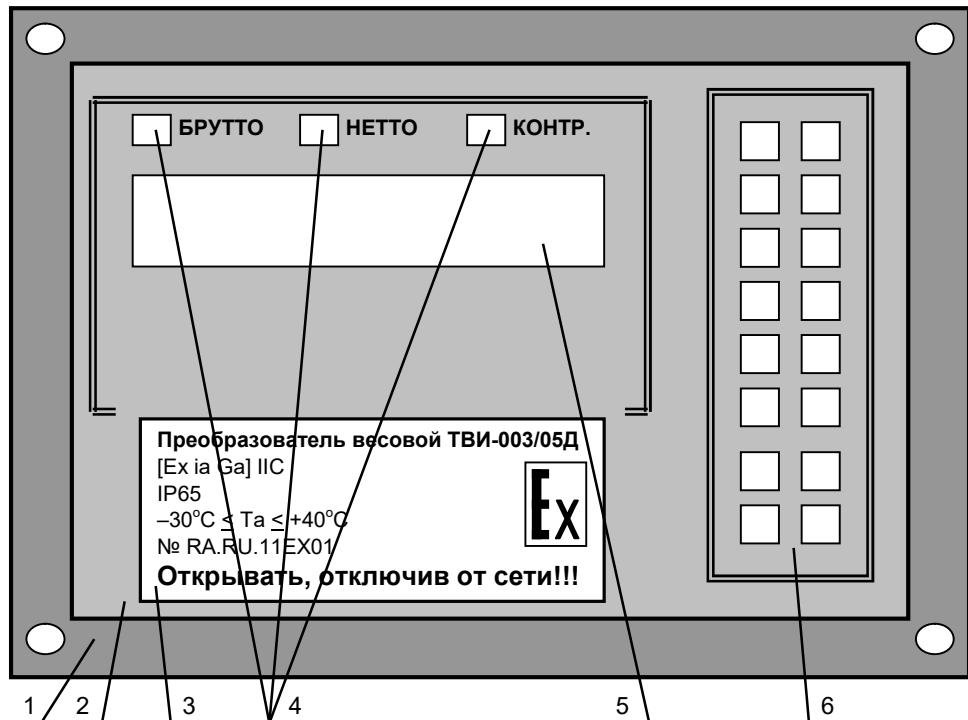
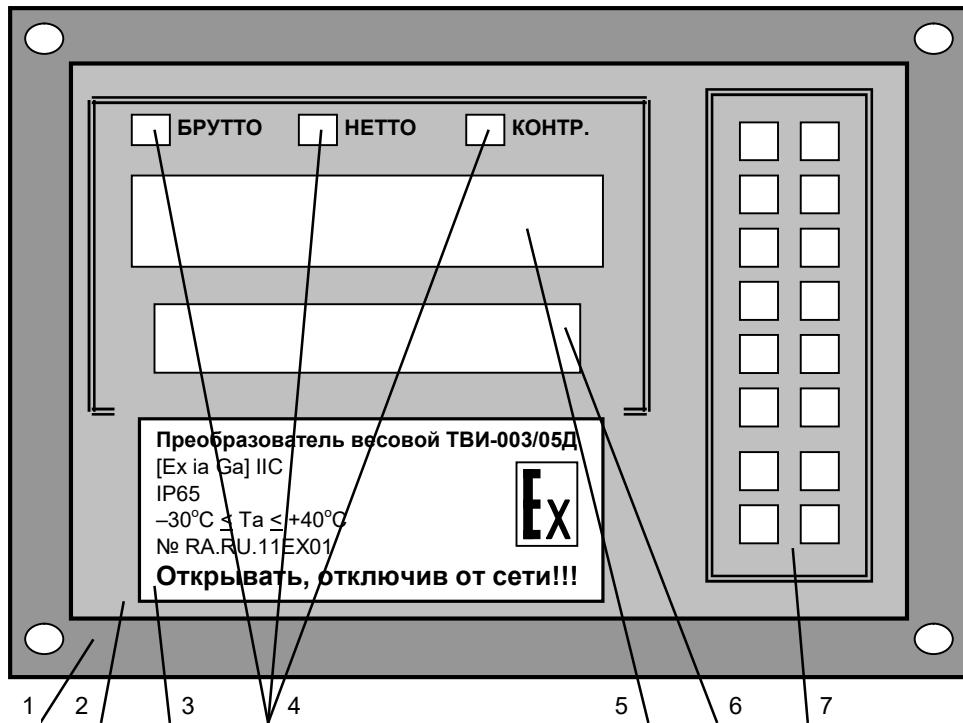

Рис. 7.1. Внешний вид Преобразователя без дополнительного индикатора спереди.
Рис. 7.2. Внешний вид Преобразователя с дополнительным индикатором спереди.
На Рис. 7.1 и Рис. 7.2 изображён внешний вид Преобразователя спереди.
10.2. После включения Преобразователь выполнит самотестирование, затем на индикатор (см. Рис. 7.1 на стр. 13) будет кратковременно выведено название версии программного обеспечения Преобразователя виде «**XX.XX**» или «**SC-XXX**» или «**DD-XXX**» (где знакам **X** будут соответствовать цифры, отражающие номер версии).